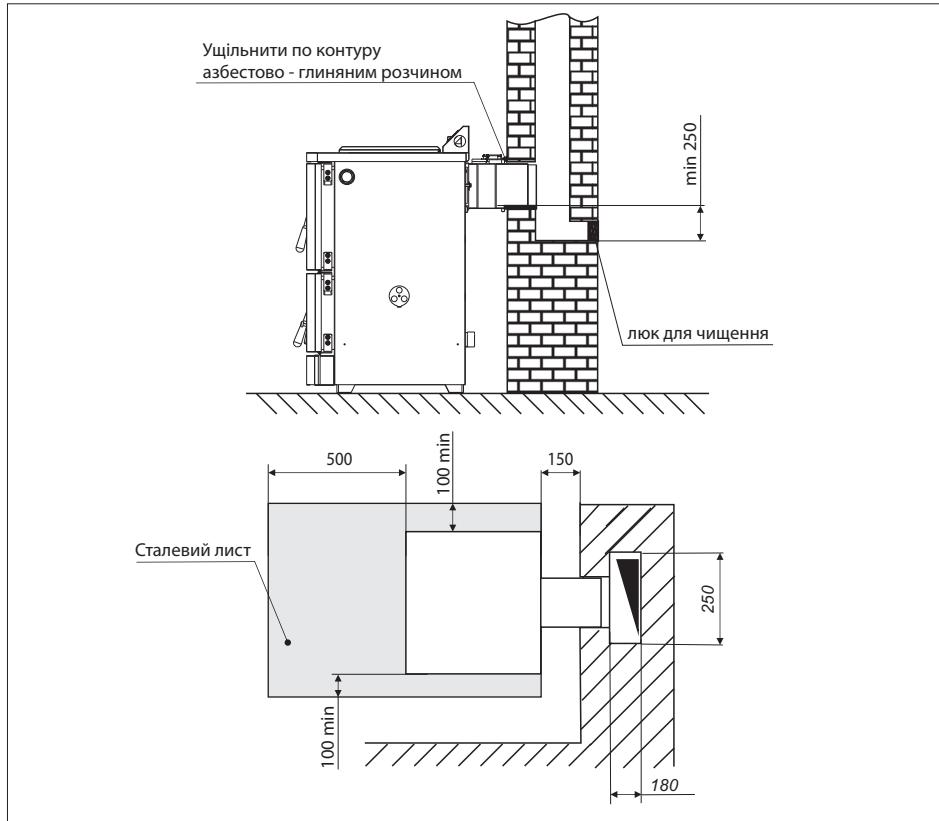

Рис. 5. Схема підключення до димового каналу
- Кінець патрубка газохода апарату не повинен виступати за стіну каналу димоходу див. Рис.5.